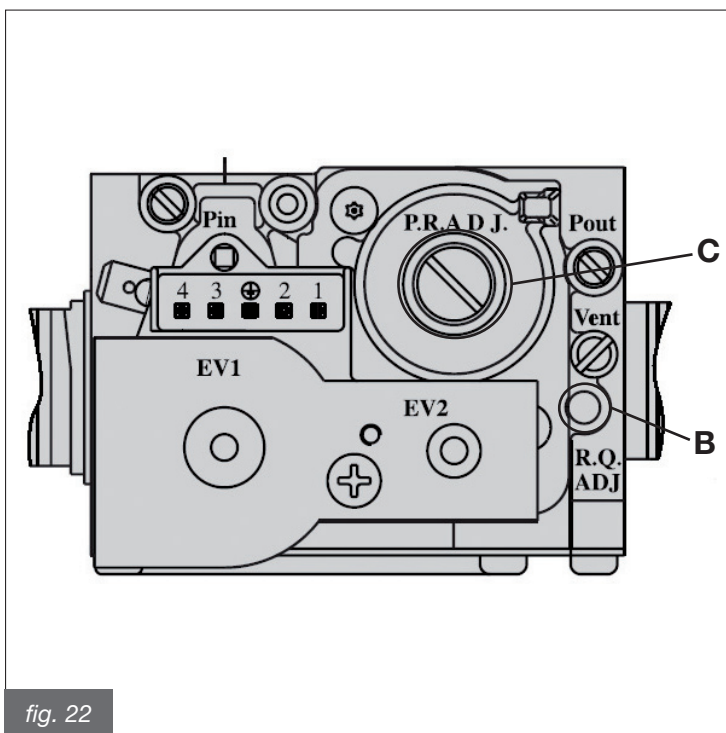

fig. 22
- regolare il valore di CO₂ dei fumi ruotando il regolatore di rapporto B (fig.22) e assicurarsi che rientri nei limiti della tabella 12;
- regolare il valore di CO₂ dei fumi ruotando il regolatore di offset C (fig.22) e assicurarsi che rientri nei limiti della tabella 12;